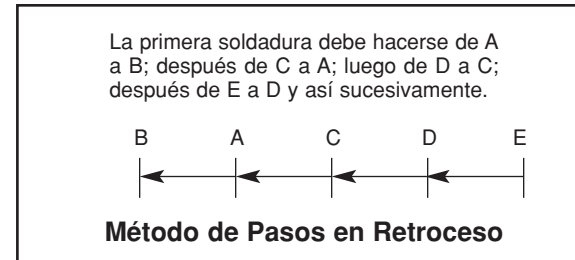

FIGURA B.18
3. Al soldar una placa de metal de calibre 16 (1.5 mm) o más ligera, la acumulación de calor puede ocasionar deformaciones y quemaduras. Una manera de eliminar estos problemas es utilizar el método de pasos en retroceso que se muestra en la Figura B.18.